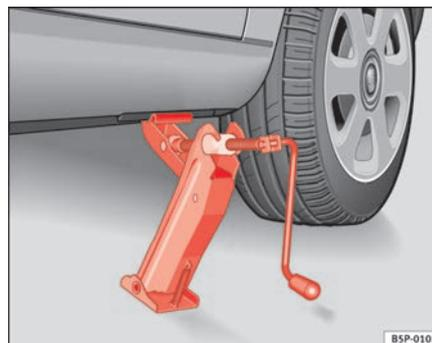

Fig. 157 Posizionamento del cric
- Applicare il cric in modo che la staffa faccia presa in corrispondenza della nervatura del montante inferiore e che la base mobile appoggi bene a terra ⇒ fig. 157.